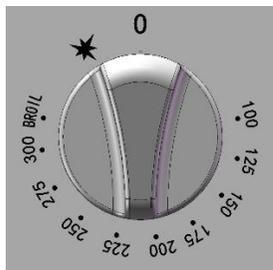

Figure 6
1. Lorsque vous changez de source de gaz, réglez la vis de réglage (Fig.6) à l'aide d'une clé pour régler la flamme de la veilleuse.
- Alignez le bouton de la vanne du thermostat sur la position "0" (Figure 6) pour fermer la vanne.